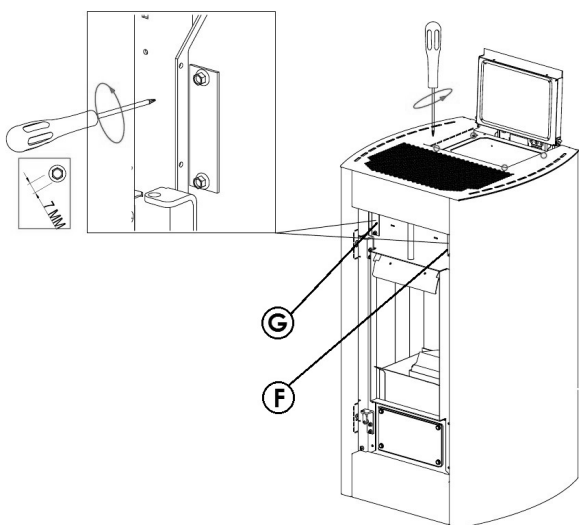

Fig. 83 - Usuwanie płytek
- Na zimnym piecu otworzyć drzwi i wyjąć płytkę "F", usuwając dwie śruby (patrz **Fig. 83**).